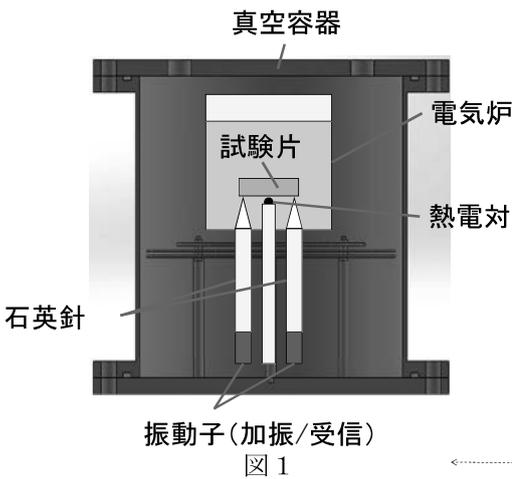

図1
- ▶超音波による共振現象を利用した先進機能性材料（遮熱コーティング，チタン合金，積層造形材料）の高温力学特性の研究（図1）